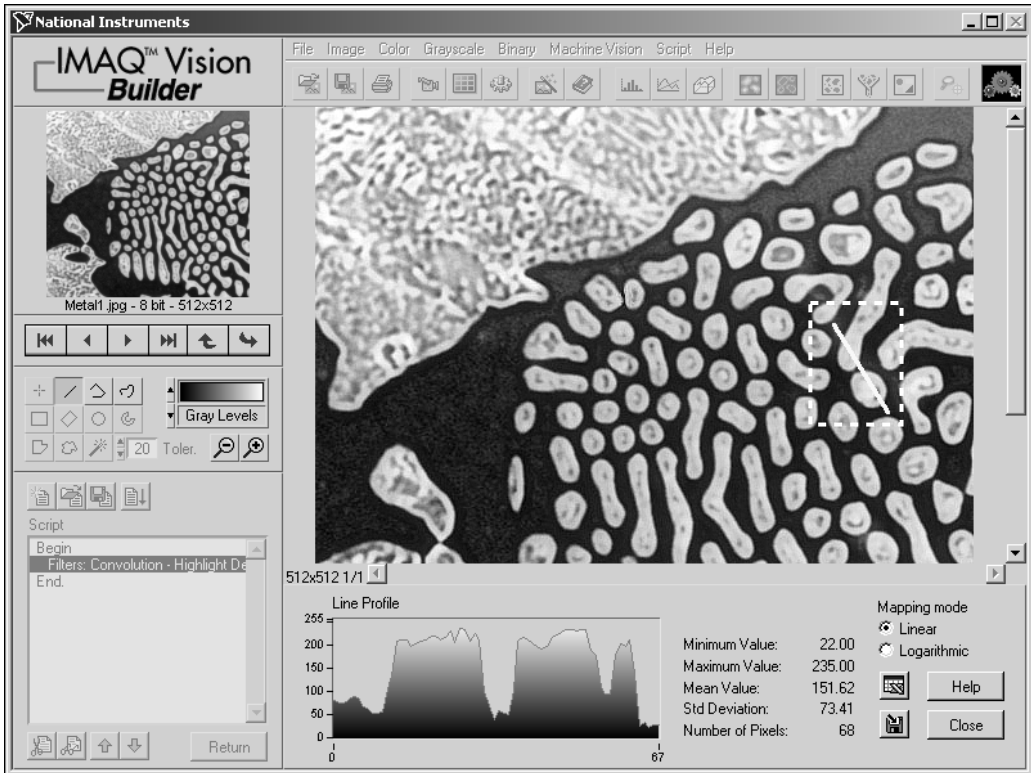

図 3-2 ラインプロファイルを使用して粒子のエッジを確認する
2. 図 3-2 のように、粒子とその境界のラインプロファイルを検討するため、クリックしドラッグして粒子の真中を通る短い線分を引きます。ラインプロファイルはより鮮明なエッジを示します。